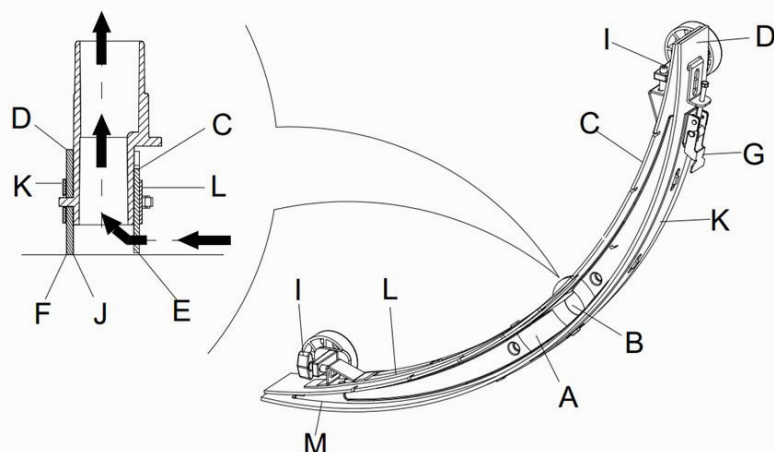

Рисунок 10
2. Нажмите кнопку включения питания (38) и установите позицию “O”, для отключения устройства.
3. Отвинтите фиксированной ручкой (16) щетки; снимите разъем подключения трубки Восстановительного Вакуума и снимите щетку.
4. Используйте ручку для подъема швабры (14).
5. Очистите щетку (**Рисунок 10**). Очистите пазы (**A, Рисунок 10**) и остатки грязи с вакуумной трубки. Убедитесь, что переднее лезвие швабры (C) и заднее лезвие швабры (D) целы, и проверьте на наличие сколов и трещин. При необходимости измените их (см. шаги в следующем разделе).
1. После методов, показанных в предыдущем разделе, очистите щетку (**Рисунок 10**)
2. Проверьте края (**E, Рисунок 10**) лезвие передней щетки (F) и части лезвий задней щетки (D). Они должны быть на примерно одинаковом уровне по всей длине. В противном случае, отрегулируйте их длину посредством следующей процедуры:
- Ослабьте зажим (G), чтобы задняя щетка (D) отделилась от кронштейна (M) для регулировки положения щетки. После регулировки вновь зафиксируйте зажим.
- Ослабьте винт на ручке (I) для регулировки передних лезвий швабры (C); после регулировки затяните винт вновь.
3. Проверьте, если переднее лезвие щетки (C) и заднее лезвие щетки (D) на предмет наличия сколов и трещин. При необходимости, измените их в соответствии со следующими способами. Проверьте передний край задней щетки (J) на изношенность. Если он изношен, его можно установить задним краем, т.е наоборот (если он не поврежден). Если задний край также изношен, измените его, следуя приведенному ниже:
- Ослабьте зажим (G), чтобы лезвие отделилось от кронштейна (M), снять зажим (K), а затем измените или переверните лезвие (D) наоборот. Установите на задней щетке в обратном порядке.
- Ослабьте винт на ручке (I) и снимите передний зажим (L), а затем замените переднюю щетку(C).